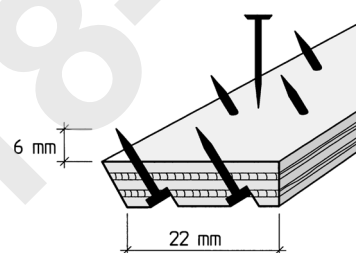

Fig. 51
- pigglister med mothaker, se fig. 51